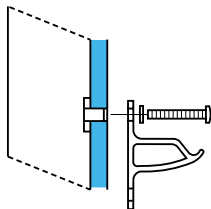

Fig. 8
- 13 Positionnez le support mural et installez les quatre boulons 1/4-20, y compris les rondelles, dans chacun des trous de chaque coin externe. Ne serrez pas à fond (voir Figure 8).